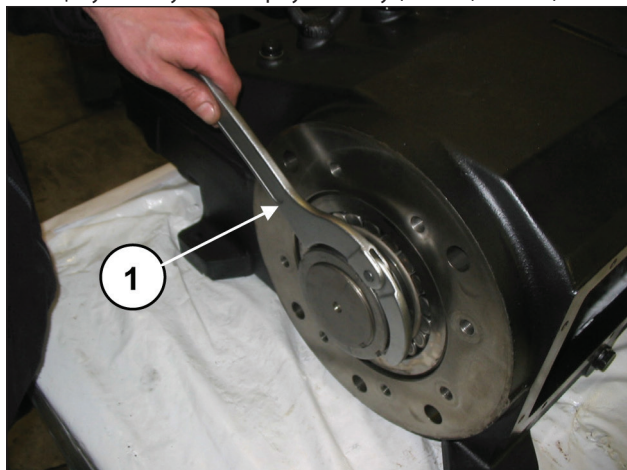
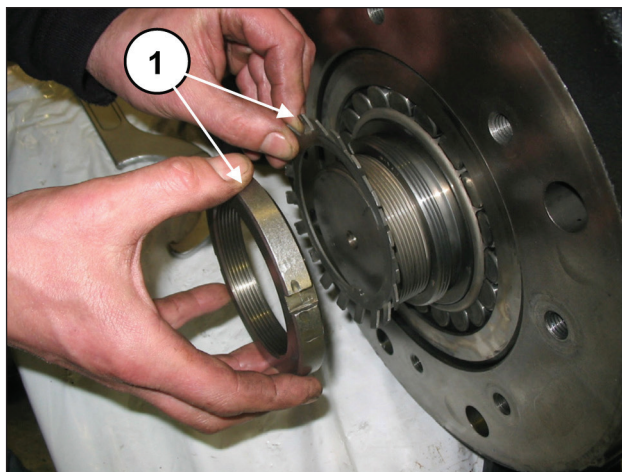

Рис. 18
Рис. 19
С помощью подходящего ключа отвинтите стопорную кольцевую гайку (поз. ①, Рис. 18), а затем снимите кольцевую гайку и стопорную шайбу (поз. ①, Рис. 19).